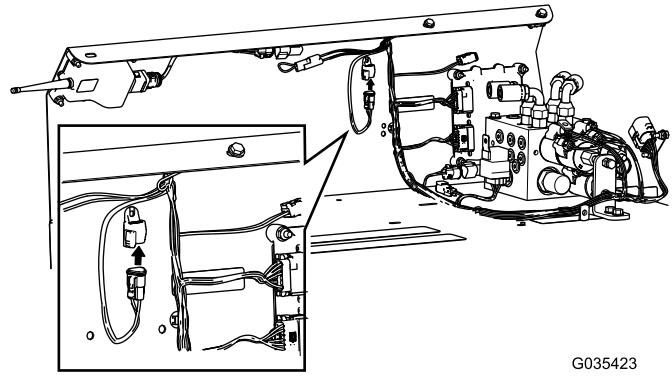

Figura 14
5. Collegate il connettore di diagnostica CAN nel tappo del cablaggio preassemblato montato in precedenza (Figura 14).